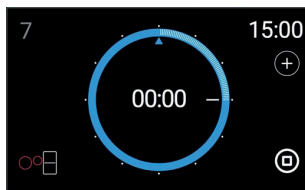

fig. 7
- 1 Etter at man har satt opp nedtellingen, klikker man på ikonet  (Fig. 7) som vil lyse blått. Når du fjerner fingeren vil du se, fra nedre kant og opp, muligheten til å "legge inn lydvarsel". Man kan legge til flere lydvarsler på samme plate. "Lydvarselet" forblir registrert inne i ringen som viser tid, ved hjelp av en liten blå trekant. Lydvarslene kan når som helst endres.
- 2 For å fjerne "Lydvarsel", dra den blå trekanten (fig. 7) til posisjonen 00:00 i ringen som viser tid.